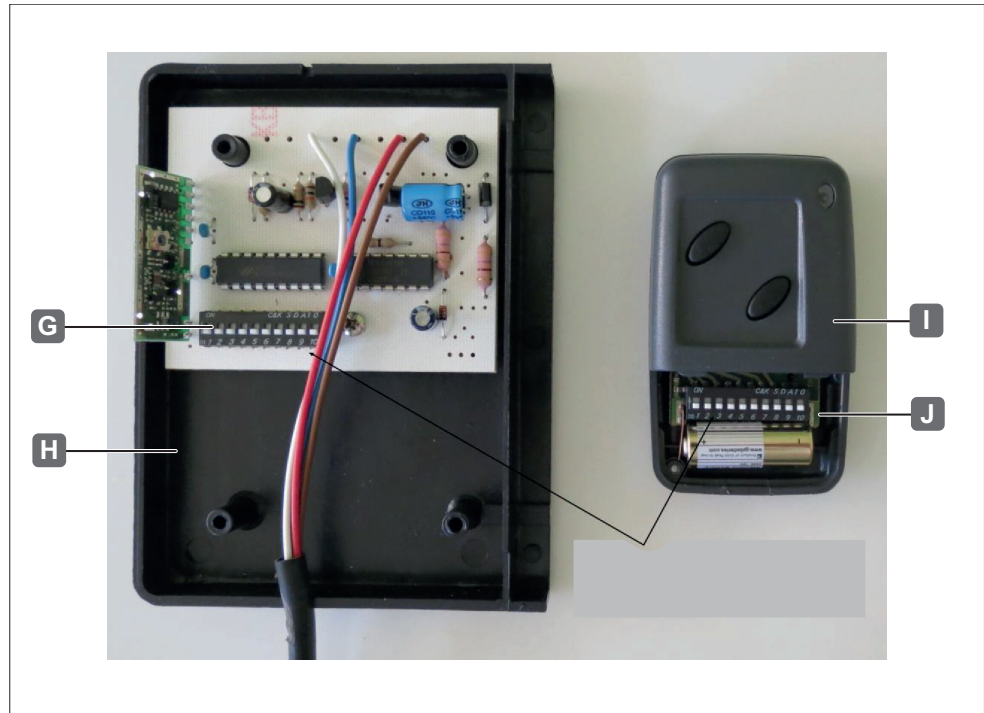

Abb. 3: Codierungsschalter
- 2.) An der Schalterleiste des Senders (Abb. 3 / J) Schalter 8 nach oben schieben (aktivieren).
- 3.) Schrauben am Deckel des Empfängergehäuses (Abb. 3 / H) entfernen und Deckel abnehmen.
- 4.) An der Schalterleiste des Empfängers (Abb. 3 / G) Schalter 8 aktivieren.